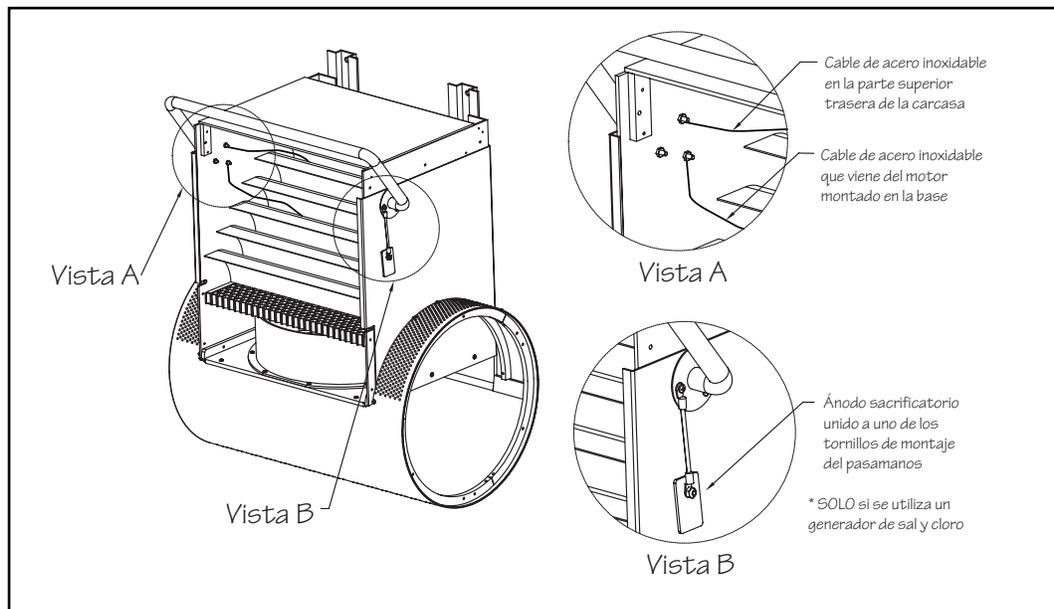

Fig. 6.8
6.10 Instale el pasamanos de acero inoxidable a la carcasa superior utilizando los tornillos y las contratueras de acero inoxidable proporcionados. Introduzca el cable de acero inoxidable adjunto al montaje del motor a través de la rejilla horizontal. Luego meta el cable entre las dos guías de flujo. Coloque el cable de acero inoxidable (desde el montaje del motor en la base) alrededor del tornillo inferior de la parte izquierda antes de apretarlo a la tuerca. Coloque el segundo cable de acero inoxidable (que está arriba en la trasera de la carcasa superior) alrededor del otro tornillo antes de apretarlo a la tuerca. Por el otro lado del pasamanos, asegure el ánodo sacrificial proporcionado por debajo de uno de los tornillos del montaje del pasamanos (Fig. 6.8). **El ánodo sacrificial SOLO debe utilizarse con piscinas equipadas con un generador de sal y cloro para desinfectar.**